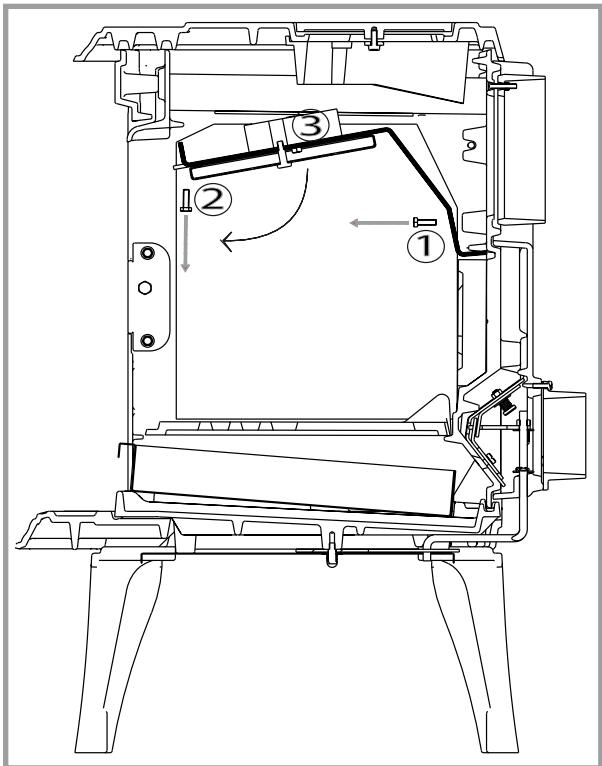

Figure 6 - Dépose de la chicane
2.8. Dépose et repose de la chicane (figure 6 et 7)